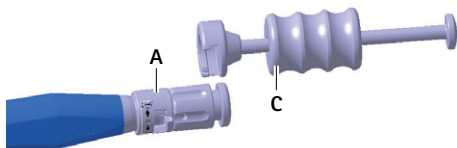

Abb. 5 Schlaghammer an Einsetzinstrument montieren
- Schlaghammer C auf Einsetzinstrument A montieren, siehe Abb. 5.
- ▶ Schlaghammer **B** auf Einsetzinstrument **A** montieren, siehe Abb. 5.